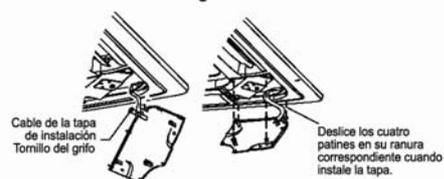

Figura 15
- Sujete el cable de la tapa de instalación a su tornillo. (figura 15 izquierda)
- Apriete ligeramente la tapa de instalación dentro del panel. (figura 15 derecha)